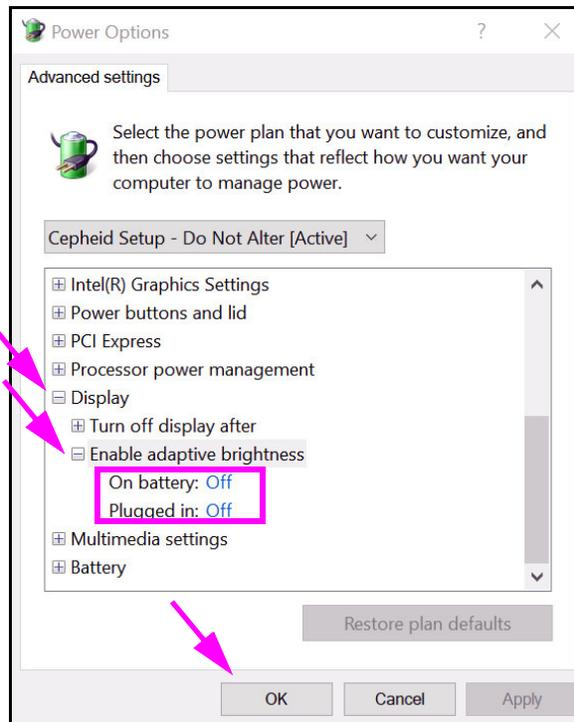

Figura 2-28. Finestra Power Options—Advanced settings (Display) [Opzioni risparmio energia—Impostazioni avanzate (Schermo)]
7. Nella finestra Power Options—Advanced settings (Opzioni risparmio energia—Impostazioni avanzate), fare doppio clic su **Display (Visualizzazione)** per espandere la visualizzazione e quindi fare doppio clic su **Enable adaptive brightness (Attiva luminosità adattiva)**. Vedere la Figura 2-28.